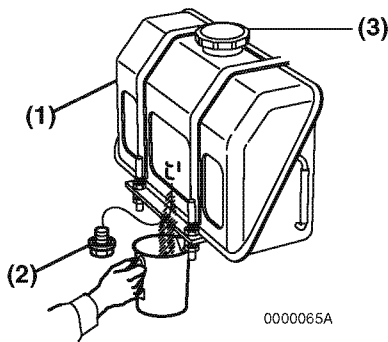

Figura 10
1. Coloque un recipiente aprobado abajo del depósito de combustible diesel (**Figura 10, (1)**) para recoger los contaminantes.
2. Extraiga la tapa de combustible (**Figura 10, (3)**).
3. Extraiga el tapón de drenaje (**Figura 10, (2)**) para purgar los contaminantes (agua, suciedad, etc.) del fondo del depósito desde la parte inferior del depósito.